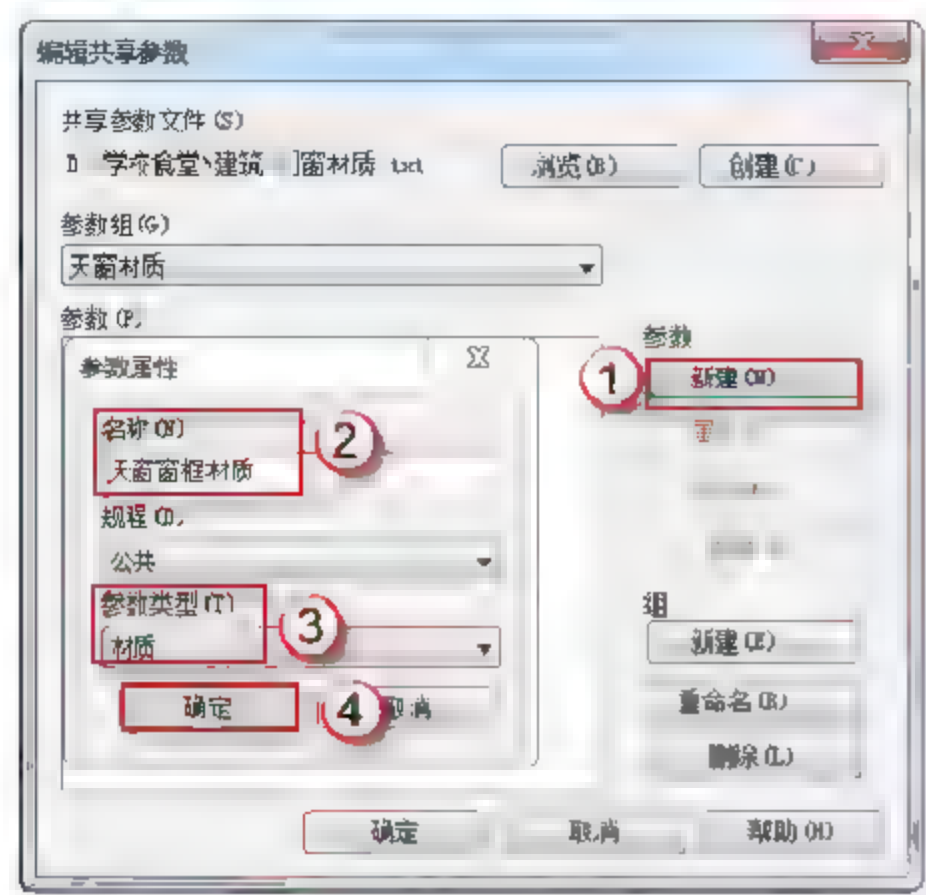
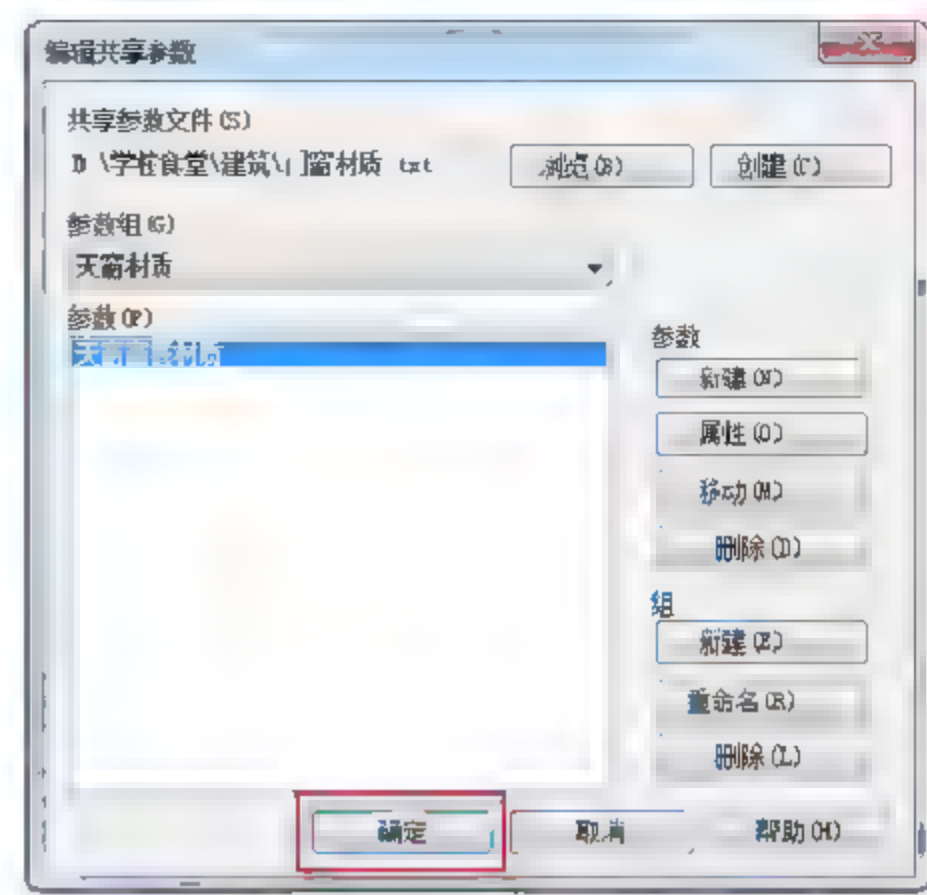

图 12.1.39 编辑“共享参数”
图 12.1.40 完成编辑
(14) 编辑“共享参数”。在返回的“编辑共享参数”对话框中，单击“新建”按钮，在弹出的“参数属性”对话框中输入“天窗窗框材质”字样，在“参数类型”中选择“材质”选项，单击“确定”按钮，如图 12.1.39 所示。返回到“编辑共享参数”对话框，单击“确定”按钮，如图 12.1.40 所示。